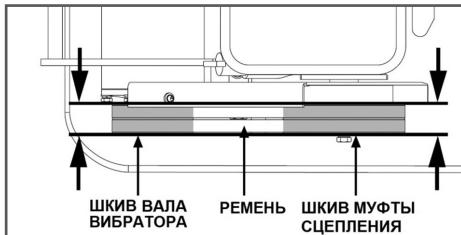

Рис. 32 Проверка плоскости шкивов и ремней
- Убедитесь, что ремни и шкивы вала вибратора и муфты сцепления находятся в одной плоскости (Рис. 32).
5. Сдвиняя двигатель в сторону от вибратора, проверяйте натяжение ремней. При этом нужно контролировать, чтобы ремни и шкивы вала вибратора и муфты сцепления были в одной плоскости (Рис. 32).